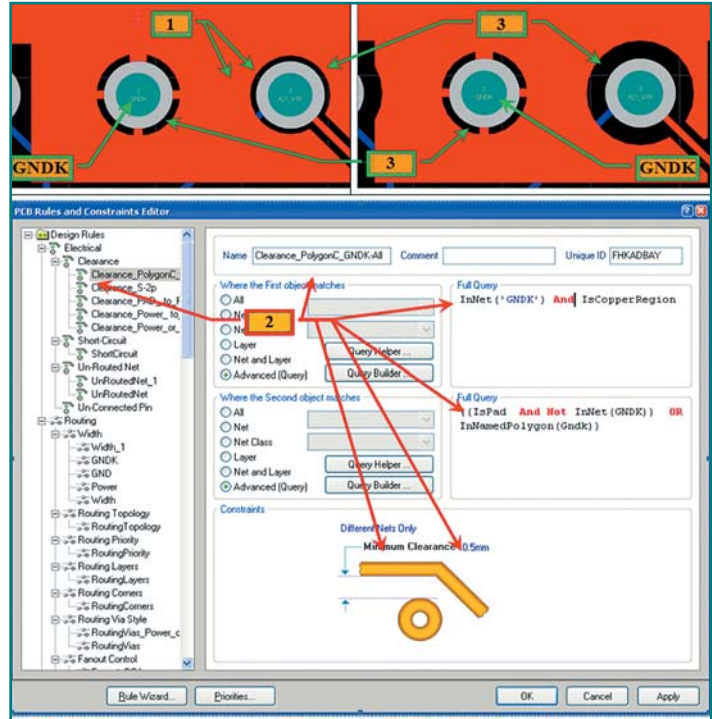

Рис. 48. Пример правил для обеспечения увеличенного зазора между элементами топологии
• **Правило Clearance\_PolygonC\_GNDK-All** для подключения полигона корпусной «земли» к типовым **Pad** (рис. 48). Не будем подробно описывать его создание: процесс идентичен тому, что изложено в предыдущих пунктах. Отметим только характерные промежуточные этапы, отмеченные на рисунке.